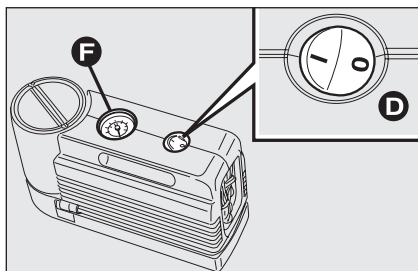
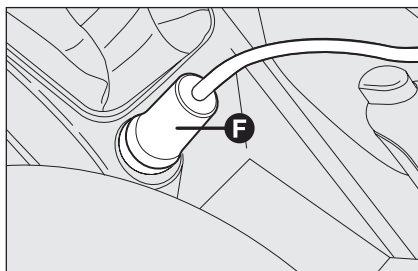

Рис. 10
Рис. 11
- Убедитесь, что выключатель **D** (рис. 10) компрессора находится в положении **0** (выключено), запустите двигатель автомобиля, подсоедините вилку электрического разъема компрессора **E** (рис. 11) к ближайшему гнезду прикуривателя и включите компрессор поворотом выключателя **D** (рис. 10) в положение **1** (включено). Накачайте шину до давления, указанного в параграфе «Давление воздуха в шинах» главы «Технические характеристики».
- Для получения точного результата проверьте давление по манометру **F** (рис. 10) при выключенном компрессоре.